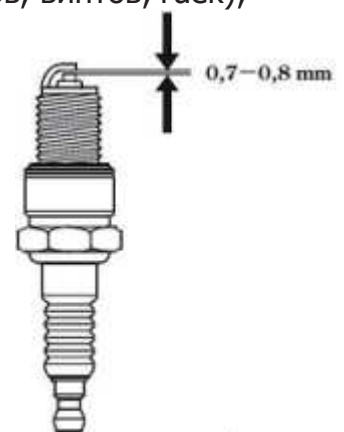

рис.6
### 6.2 Свеча зажигания см. рис.6
- рекомендуется проверить величину межэлектродного зазора, который должен составлять 0,7-0,8 мм. При существенном отклонении величины зазора от указанной, необходимо его отрегулировать (восстановить) или заменить свечу (см. рис.6);